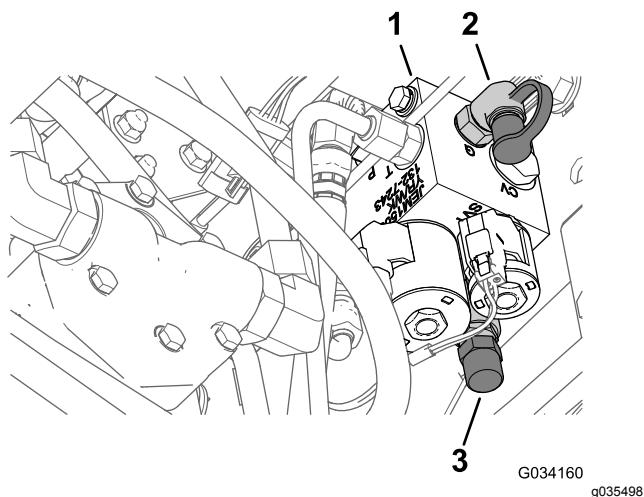

Рисунок 14
3. Подсоедините манометр к контрольному отверстию в задней части коллектора подъема (**Рисунок 14**).
4. В передней части коллектора подъема снимите крышку с золотника перераспределения массы (**Рисунок 14**).
5. Ослабьте контргайку в нижней части золотника перераспределения массы (**Рисунок 14**).